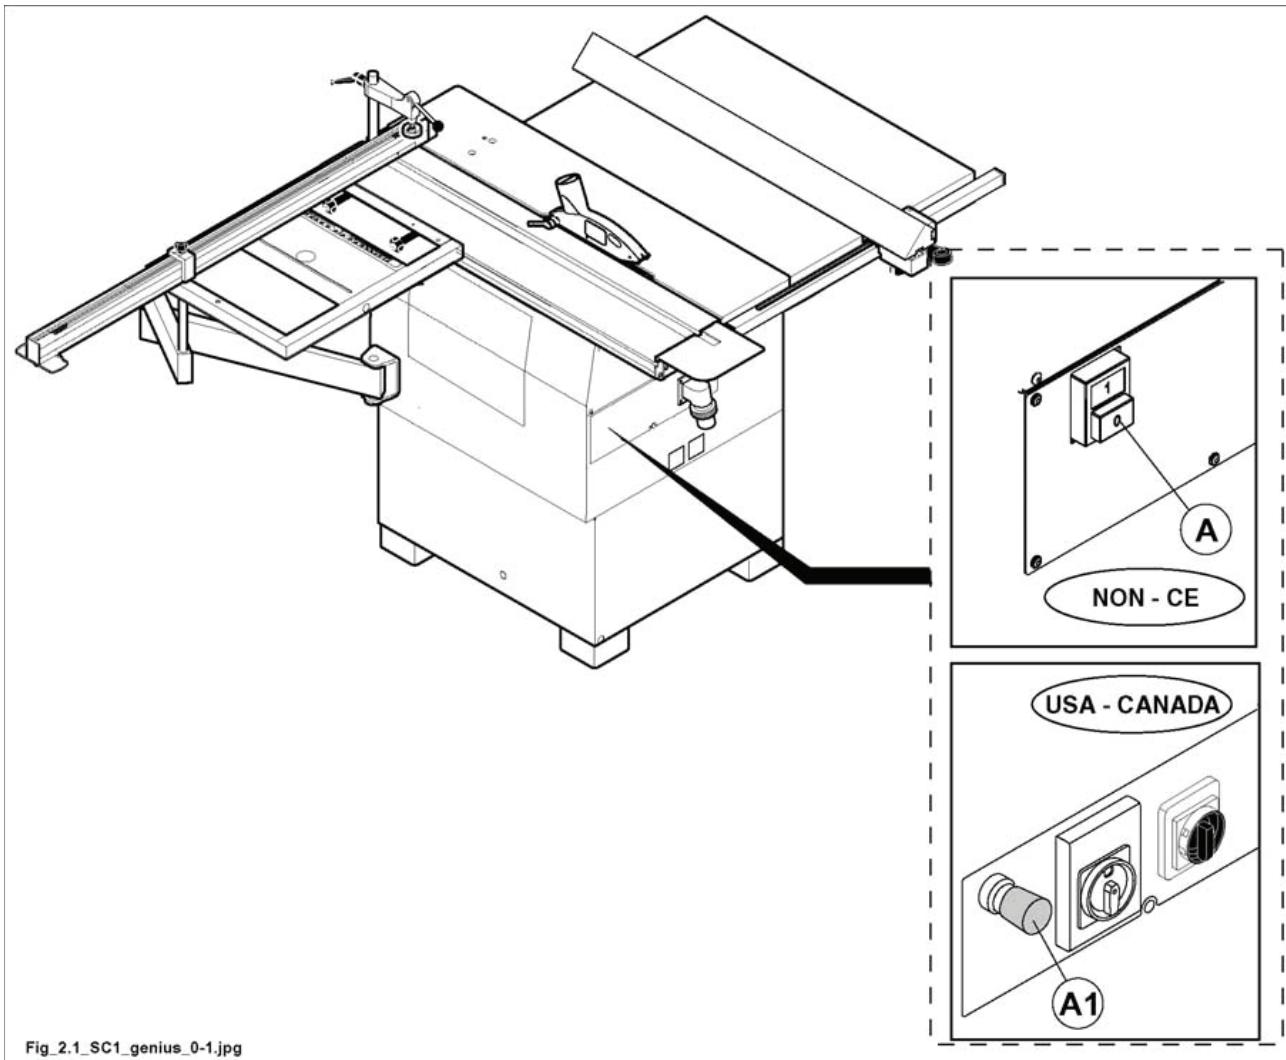

Рис. 2.1
| 2.1 | Размещение и описание аварийных устройств (Рис. 2.1)..... | 2 |
2.1 РАЗМЕЩЕНИЕ И ОПИСАНИЕ АВАРИЙНЫХ УСТРОЙСТВ (РИС. 2.1)